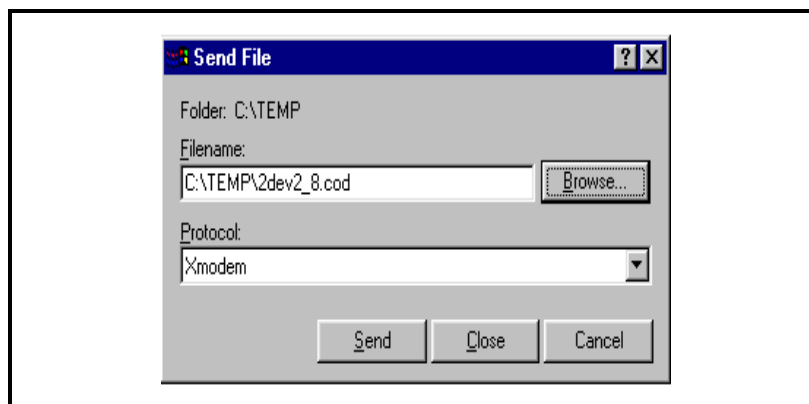

图 5-6 : Transfer (传送) 菜单中的 Send File (发送文件) 窗口
4. 使用方向键移至 Passwords (密码) 选项卡，然后按 [ENTER] (进入)。此时将出现类似于下图 5-6 的屏幕。
2. 返回 PC Hyperterminal 程序。在 Hyperterminal 窗口中，下拉 *Transfer* (传送) 菜单并单击 *Send File* (发送文件)。随即将打开一个类似于下图 5-6 的窗口。
5. 单击 *Send* (发送)。如果传送成功，PC 窗口的显示将类似于下图 5-6，而同时 PM880 屏幕将显示程序 ID、大小、上传地址以及上传的块数。
2. 卸下 PM880 后面板上用于固定 NiMH 电池组的四个指旋螺钉。从设备中提出电池组。请参见下图 5-6。